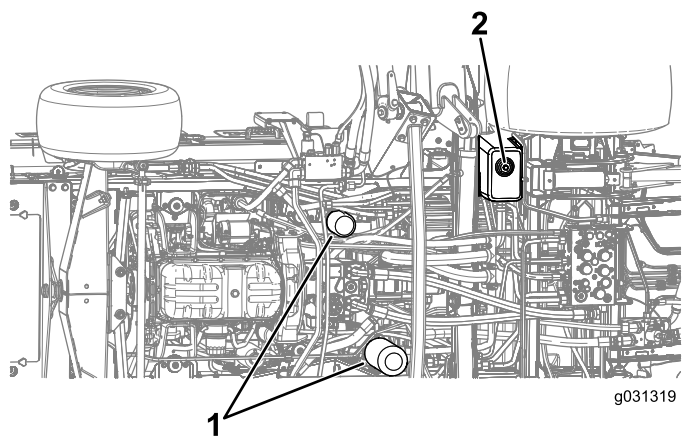

Bild 135
4. Nehmen Sie die Ablassschraube unten am Behälter ab und lassen Sie das Hydrauliköl in die Auffangwanne ablaufen (Bild 135).
7. Stellen Sie eine Auffangwanne unter den Filter und entfernen den Filter (Bild 135).